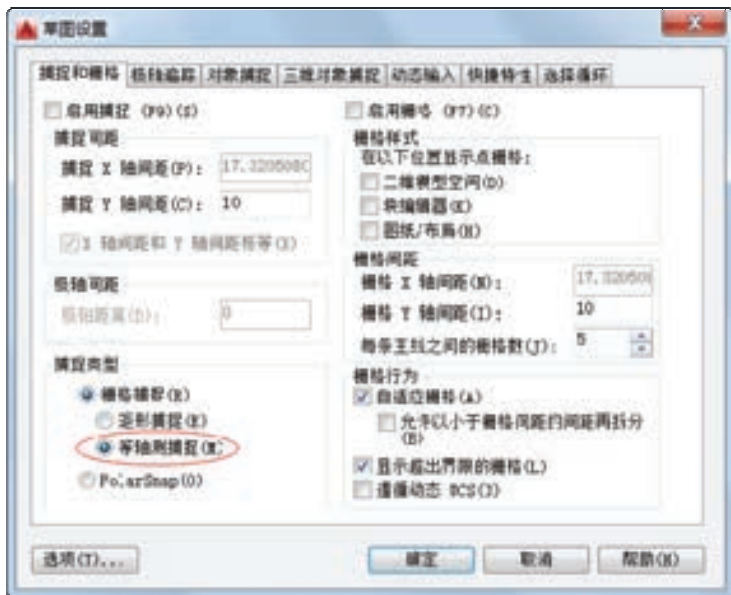

图 8-116 启用等轴测捕捉模式
2) 启用等轴测捕捉模式。在状态栏中单击“捕捉模式”按钮旁的“三角箭头”按钮，接着选择“捕捉设置”命令，打开“草图设置”对话框并自动切换到“捕捉和栅格”选项卡，在“捕捉类型”选项组中选“等轴测捕捉”单选按钮，如图 8-116 所示。